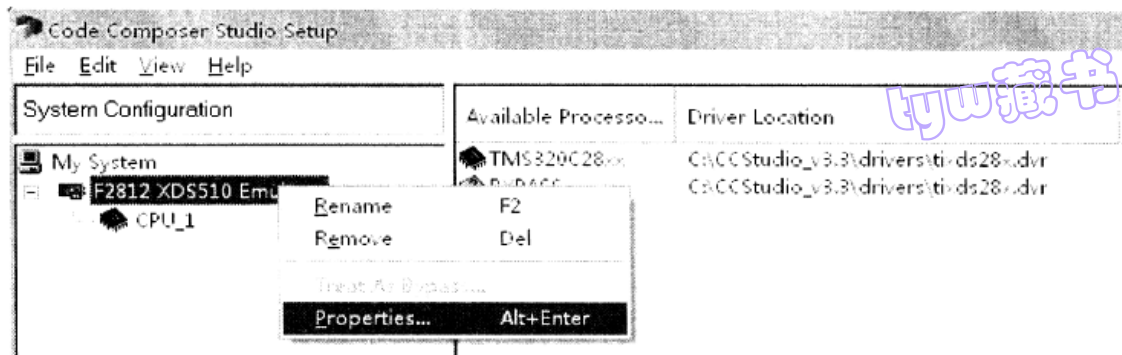

图 1-30 Setup Code Composer Studio v3.3 的配置步骤 3
③ 右击 F2812 XDS510 Emulator 选择 Properties,如图 1-30 所示。